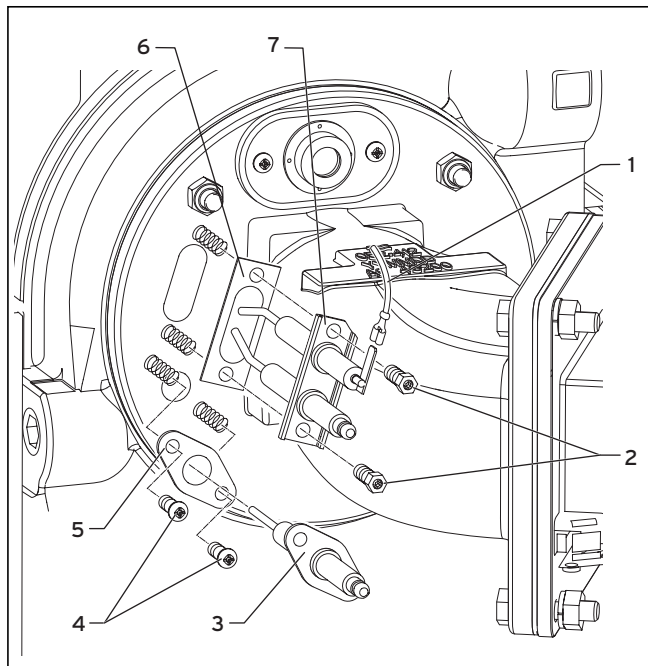

Fig. 8.9 Demontarea electrozilor de aprindere și ionizare/supraveghere
- Scoateți cu grijă conducta de racordare (1, Fig. 8.9) la electrodul de aprindere (7, Fig. 8.9).
- Slăbiți ambele piulițe de fixare (2, Fig. 8.9) ale electrodului de aprindere și scoateți întregul electrod de aprindere.
- Înlocuiți etanșarea (3, Fig. 8.9) și montați noul electrod de aprindere.
- Scoateți cu grijă conducta de racordare la electrodul de ionizare/supraveghere (3, Fig. 8.9).
- Slăbiți ambele piulițe de fixare (4, Fig. 8.9) al electrodului de ionizare/supraveghere și scoateți întregul electrod de ionizare/supraveghere.
- Înlocuiți etanșarea (5, Fig. 8.9) și montați noul electrod de ionizare/supraveghere.
- Strângeți piulițele de fixare (2 și 4, Fig. 8.9) cu 2 Nm și pozați conductele de racordare.